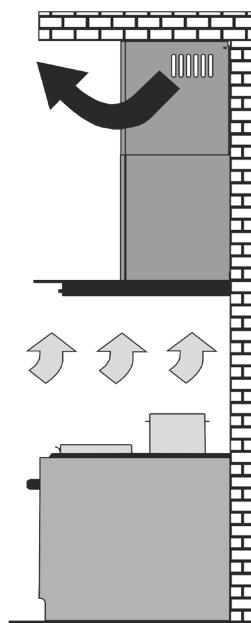

Abb. 2
⇒ im Umwälzmodus (geschlossene kreisförmige Luftzirkulation in der Küche), wenn die Haube nicht mit dem Schornstein verbunden ist und die Luft durch einen Aluminiumfettfilter (im Lieferumfang enthalten) und einen geruchsabsorbierenden Kohlefilter (optional) angetrieben und in die Küche zurückgeführt wird (Abb. 2).
- ⇒ im Umluftbetrieb (geschlossener Luftkreislauf in der Küche) (**Abb. 2**).